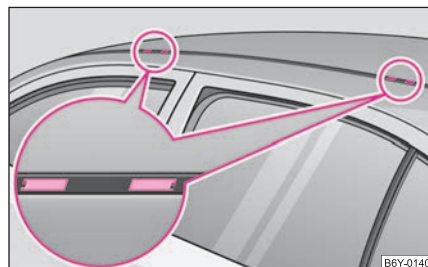

Fig. 66 Points de fixation des barres de toit de base
- Enlever prudemment avec un tournevis fin les capuchons en plastique ⇒ page 66, fig. 66 et, ce faisant, ne pas endommager la peinture.